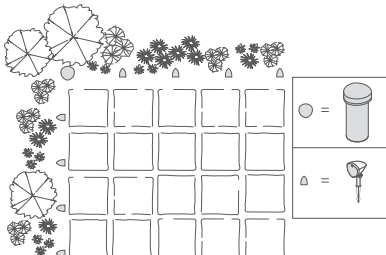

Figura 3
- Añadido a un sistema para exteriores de tecnología definitiva LS-6.1 existente para ampliar la cobertura (ver figura 3)